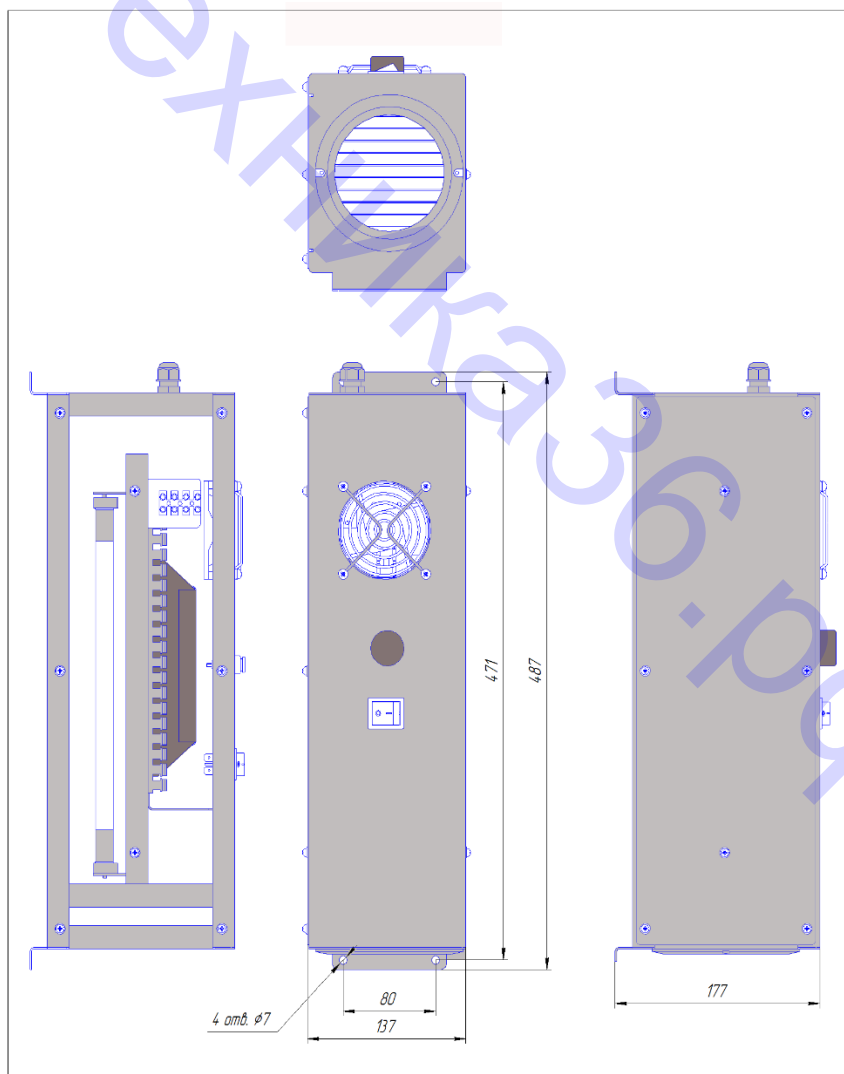

Рисунок 1 - УОВ-3м-18А. Габаритный чертеж
2.2.3 При включении выключателя УОВ (рисунок 1) включаются бактерицидная лампа и вентилятор. Воздух помещения через отверстия жалюзи поступает внутрь отсека с бактерицидной лампой, обеззараживается при перемещении вдоль бактерицидной лампы и выходит в помещение.
Расстояние между отверстиями для крепления УОВ на поверхности составляет 471 мм (рисунок 1). Крепление рециркулятора к поверхности должно обеспечивать сохранность его положения при движении автомобиля.
3.2.3 Для отключения рециркулятора отключите его выключатель (рисунок 1).